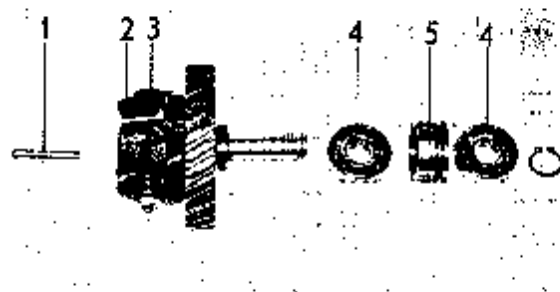

Abb. 49 Fliehkraftregler
1. Überprüfen, ob die Gewichte (2, Abb. 49) auf ihrer Achse klemmen oder ob zwischen Achse und Reglergewicht ein zu großes Spiel besteht.
2. Überprüfen, ob der Stift (1) leicht auf der Achse gleitet.